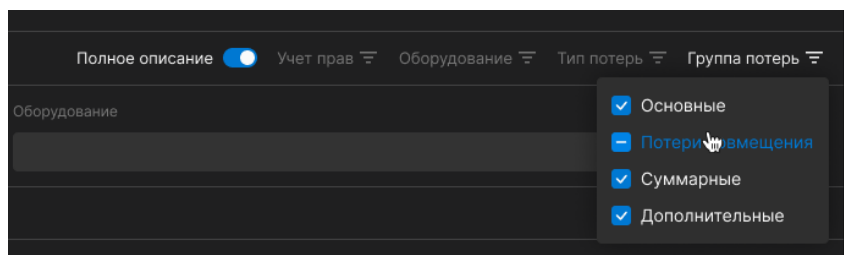

Рисунок 5.94 Фильтр в результатах расчета по группе потерь
- группе потерь (Рисунок 5.94). Настойка фильтра сохраняется и передается при входе в следующую сессию;